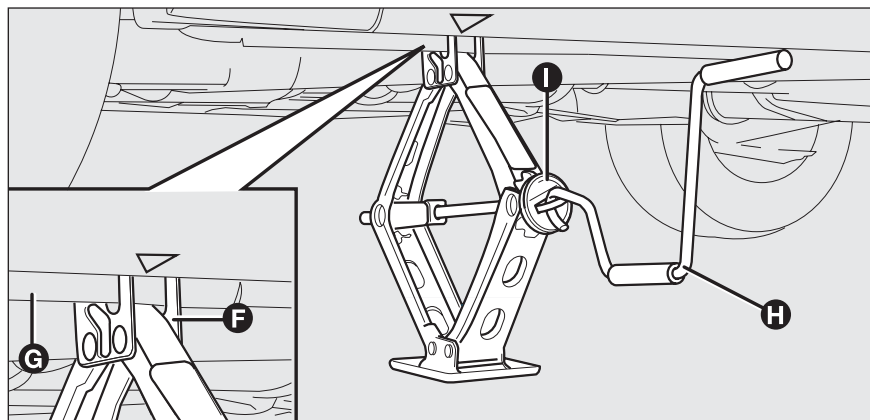

fig. 5
- ☐ asegurarse de que la ranura **F**-fig. 5 del gato calce bien en la aleta **G** del larguero;